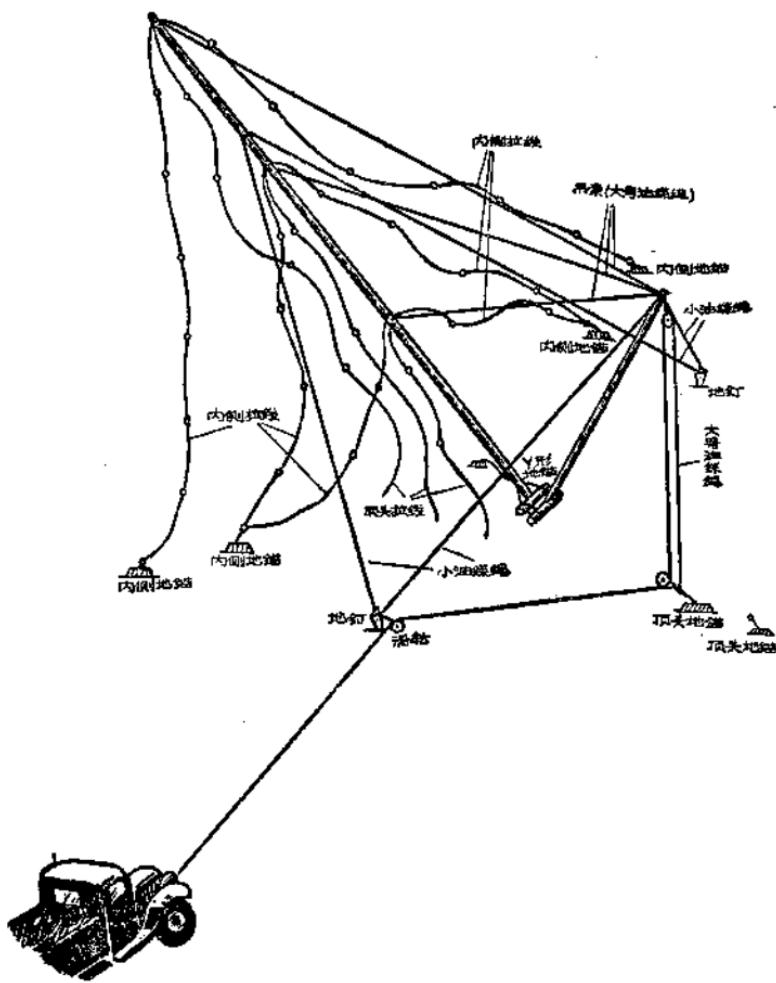

图 10 汽車牽引天綫杆情況
① 立附杆之前应将天綫杆与附杆的橫木用油絲绳套連接。为防止杆根滑动，在距天綫杆根 4—5 米处埋一 Y 形地 鑽，其 鼻圈套在天綫杆橫木两侧。
② 在附杆头部和內側頂部拉纜的地鑽鼻上各挂一 滑輪。油絲绳的一头固定在地鑽鼻上。油絲绳通过附杆和地鑽鼻上的滑輪及固定于一个地釘上的滑輪，其另一头則固定在汽車挂鉤或絞盤上。
③ 用倒車或用絞盤轉动油絲绳的方法将附杆立至 80° — 85° 。
4. 天綫杆的稳固裝置（見图 10）